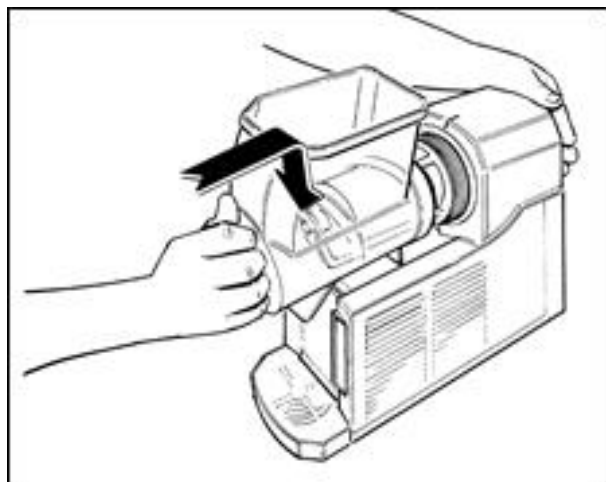

Fig. 16
- Rimontare la vasca spingendola a fondo lungo l'evaporatore fino a bloccarla nella propria sede dietro il profilo di bloccaggio (Fig. 16).